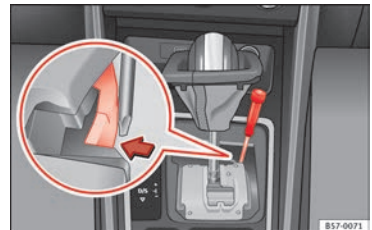

Bild 54 Vælarspaken: manuell frigöring från læge P
- Håll ner den gula frigöringsfliken sidledes med hjälp av en skruvmejsel » bild 54.